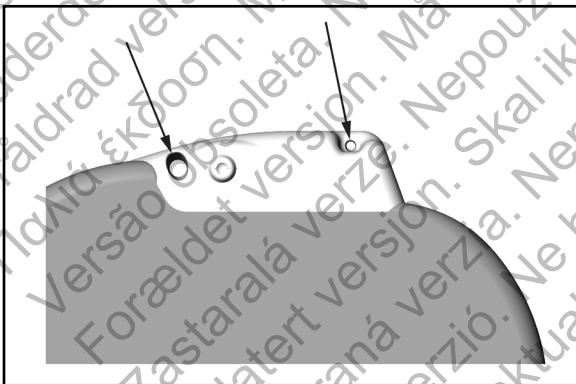

Abbildung 18: Nahtlöcher am Anschlussblock zur Verankerung des Geräts
9. Befestigen Sie das Gerät unter Verwendung von 0- Seide oder einem ähnlichen nicht-resorbierbaren Nahtmaterial an der Faszie, um eine mögliche Verschiebung zu vermeiden. Für diesen Zweck sind zwei Nahtlöcher im Anschlussblock der Elektrode vorhanden (Abbildung 18).